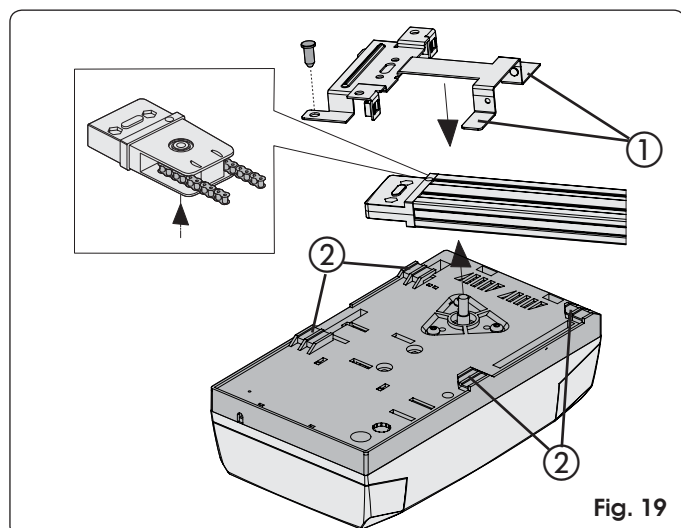
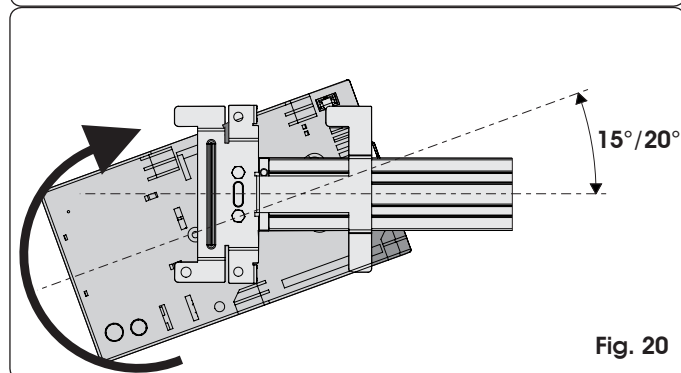
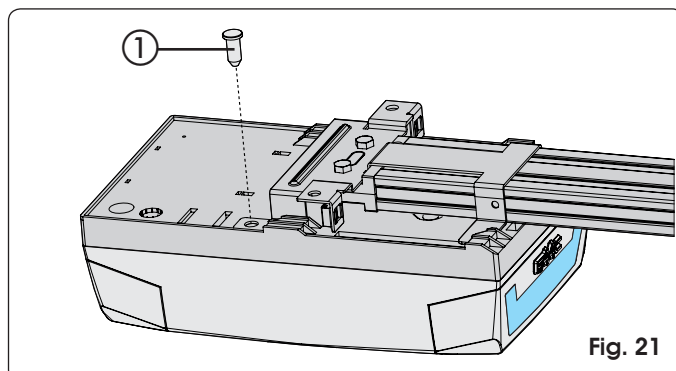

Fig. 19
Fig. 20
Fig. 21
- 1) Manteniendo inclinado $15^{\circ}/20^{\circ}$ el operador (Fig. 20), introduzca el eje del motorreductor en el acoplamiento presente en el empalme posterior de la guía de deslizamiento y acerque las aletas (Fig. 19 ref. ①) a los alojamientos situados en el fondo de la base del operador (Fig. 19 ref. ②).
- 2) Gire el operador en el sentido indicado en la Fig. 20 hasta la posición mostrada en la Fig. 21 de modo que la chaveta se introduzca en el orificio del empalme posterior (Fig. 21 ref. ①).